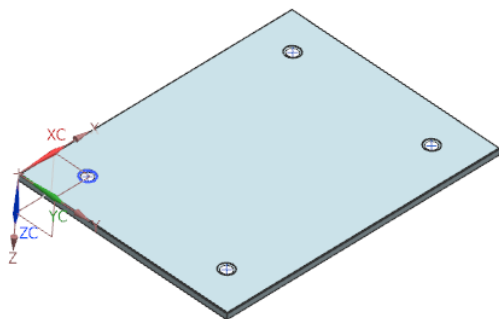

图 11-188 阵列实体冲压特征
(2) 在视图或导航器中选取上步绘制的实体冲压特征 2 为要形成阵列的特征。
(3) 选择“线性”布局，指定 XC 轴为方向 1，输入“数量”为 2，“节距”为 300；勾选  使用方向 2 复选框，指定 YC 轴为“方向 2”，输入“数量”为 2，“节距”为 200，单击  按钮，完成阵列操作，如图 11-188 所示。